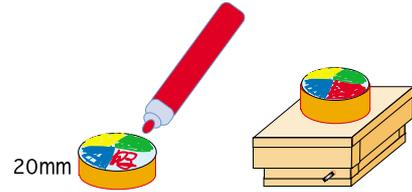

図6
(1) 筒を短く切り, その上に円形のフィルムを貼ってマジックで色を塗る。(図6)